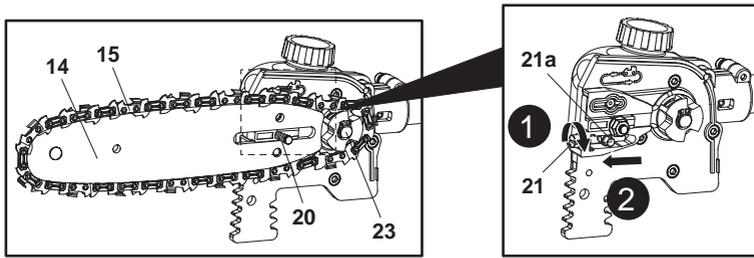

Fig. 12
8. Gire el tornillo tensor (21) hacia la derecha para ajustar el pasador tensor (21a)/la espada (14) hacia la izquierda y apretar la cadena (15) con el extremo plano del destornillador de doble punta suministrado (45) (Fig. 12).